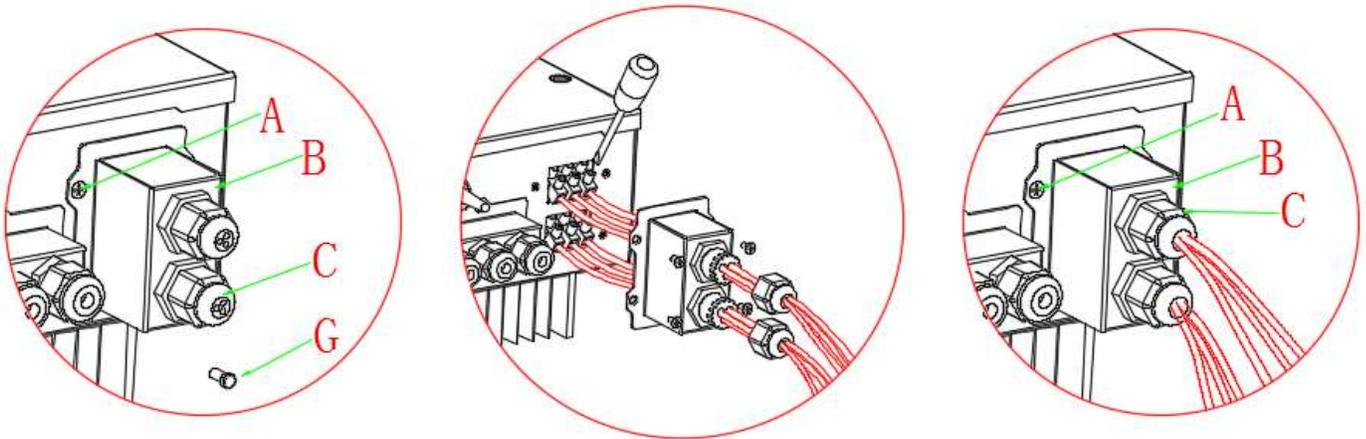

Fig. 11 Connessione Grid & Load
Passo 1: Allentare le 4 viti (parte A) usando un giravite (fig. 11)
La porta LOAD deve essere utilizzata solo per i carichi prioritari. La procedura di connessione è la stessa utilizzata nella Fig. 11